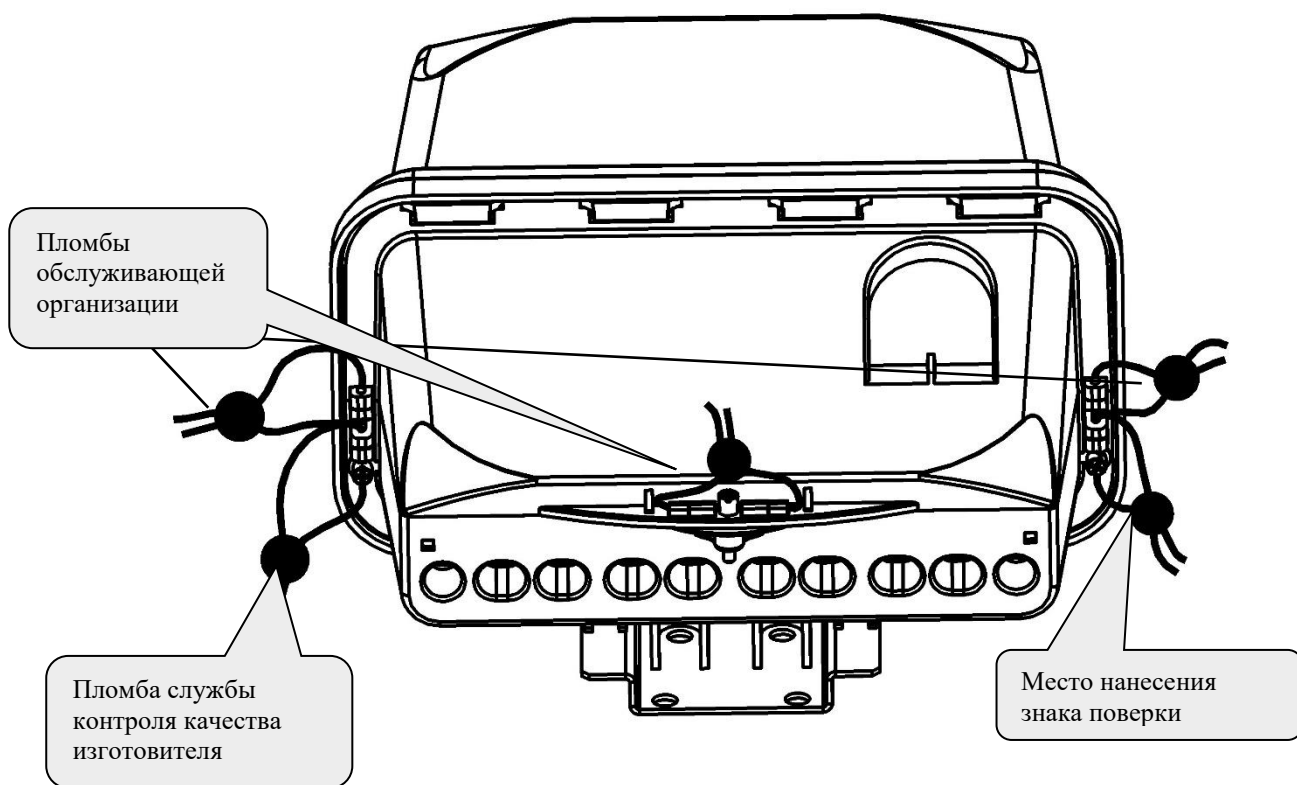

Рисунок 10А – Схема пломбирования счетчика в корпусе SPLIT
- 3.4 Извлечь счетчик из транспортной упаковки, проверить комплектность согласно формуляру и произвести его внешний осмотр. Убедиться в отсутствии видимых повреждений корпуса и клеммных крышек (сколов, трещин, царапин), наличии и сохранности пломб (рисунок 10А), разборчивости маркировки.